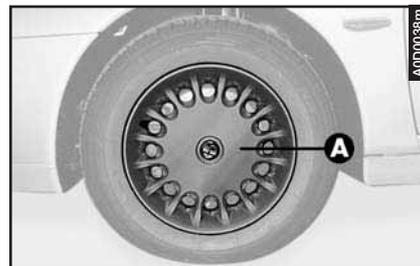

fig. 4
– Rimuovere la coppa ruota (**A-fig. 4**) (solo per versioni con cerchi in acciaio) facendo leva sul bordo con il cacciavite a testa piatta prelevato dalla borsa attrezzi.
– Rimuovere la coppa ruota (**A-fig. 4**) se presente, facendo leva sul bordo con il cacciavite a testa piatta prelevato dalla borsa attrezzi.